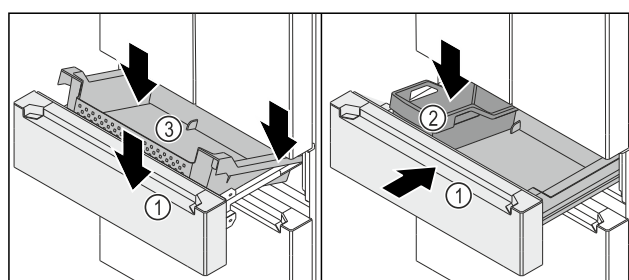

Fig. 150
- Il carrello di estrazione Fig. 150 (1) è estratto.
- Posizionare il contenitore *Fig. 150 (3)* nella parte posteriore, sulle guide a destra e a sinistra.
- Abbassare il contenitore *Fig. 150 (3)* in avanti, in modo che il lo stesso *Fig. 150 (3)* circondi le guide a destra e a sinistra.
- Inserire il FlexBox *Fig. 150 (2)*.
- Inserire il carrello di estrazione *Fig. 150 (1)*.